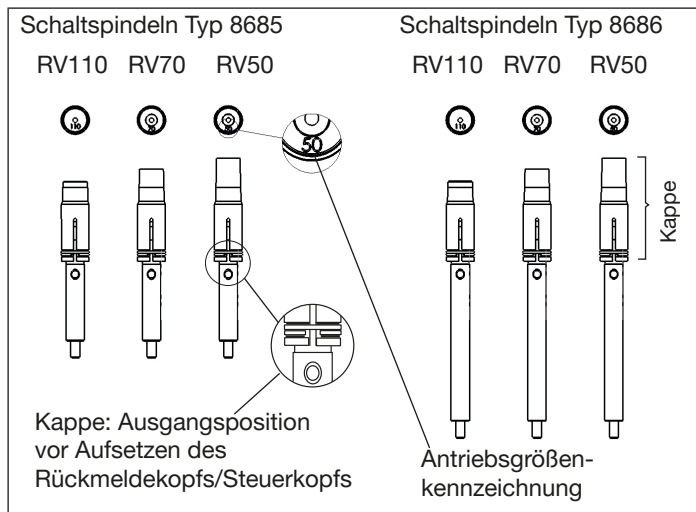

Abb. 7: Kennzeichnung Schaltspindel
- ▶ Nur die zur Antriebsgröße passenden Schaltspindeln verwenden. Die entsprechende Antriebsgrößenkennzeichnung (RV50, RV70, RV110) für die Schaltspindeln sind auf der Stirnfläche der PVC- Kappe eingeprägt (siehe „Abb. 7“).
→ Die zur Antriebsgröße passende Schaltspindel auswählen (siehe „Abb. 7: Kennzeichnung Schaltspindel“).
- Die Kappen müssen in der Ausgangsposition sein. Wenn nicht: die Kappen in Ausgangsposition bringen (siehe „Abb. 7“)